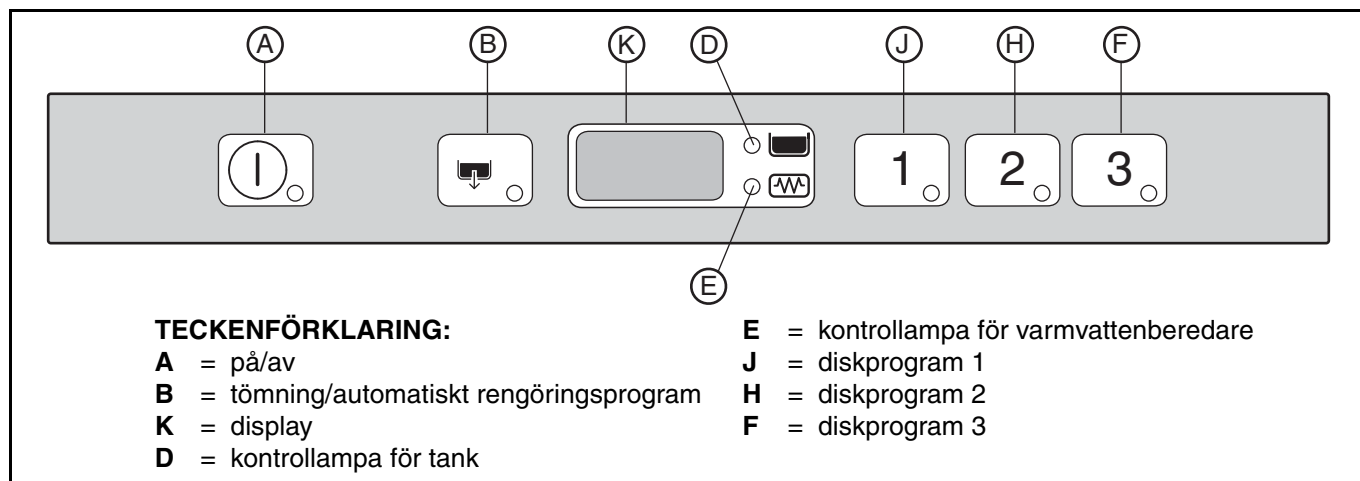

Fig. 15
Kontrollampen för knappen "A" (Fig. 15) tänds och indikerar att diskmaskinen är spänningssatt och att vatten fylls på och värms upp. Texten "FILL" visas på displayen under vattenpåfyllningen och uppvärmningen:
För visning av temperaturen i varmvattenberedaren vid uppvärmningen av tanken öppnar du luckan och trycker på knappen "J" (Fig. 15).
För lätt smutsad disk: Tryck på knappen "J" (Fig. 15). Se tabellen för tider.
För normalt smutsad disk: Tryck på knappen "H" (Fig. 15). Se tabellen för tider.
För hårt smutsad disk: Tryck på knappen "F" (Fig. 15). Se tabellen för tider.
- Välj rengöringsprogrammet genom att trycka på knappen "B" (Fig. 15).
- Stäng av diskmaskinen med knappen "A" (Fig. 15).